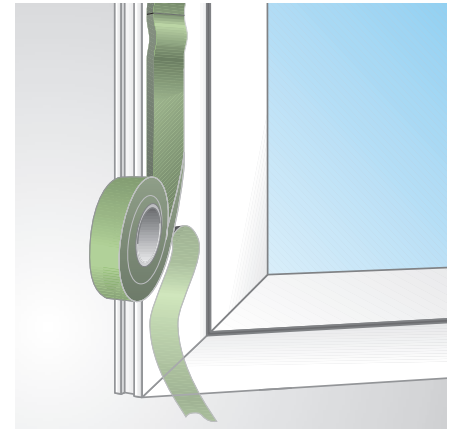

Bild 2: STUMPFSTOß bei der Fenstermontage
- Nasse Fugen können die, als Montagehilfe dienende, Selbstklebung neutralisieren. In diesem Fall kann illbruck illmod max bis zur Aufgeztheit mit Keilen fixiert werden (Bild 2).